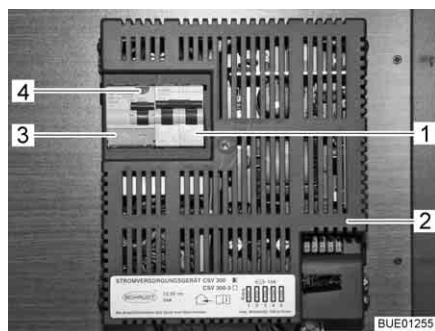

Fig. 130 Disjoncteur automatique de 230 V et disjoncteur FI (CSV 300)
Un disjoncteur différentiel (disjoncteur FI) (Fig. 130,3) dans l'appareil d'alimentation électrique CSV 300 (Fig. 130,2) protège tout le véhicule contre le courant différentiel (0,03 A).
Le réseau de bord de 230 V est protégé par un disjoncteur automatique bipolaire (Fig. 130,1) monté en aval dans l'appareil d'alimentation.
- Lorsque le véhicule est raccordé à l'alimentation 230 V, appuyer sur la touche de contrôle (Fig. 130,4). Le disjoncteur différentiel (disjoncteur FI) doit se déclencher.